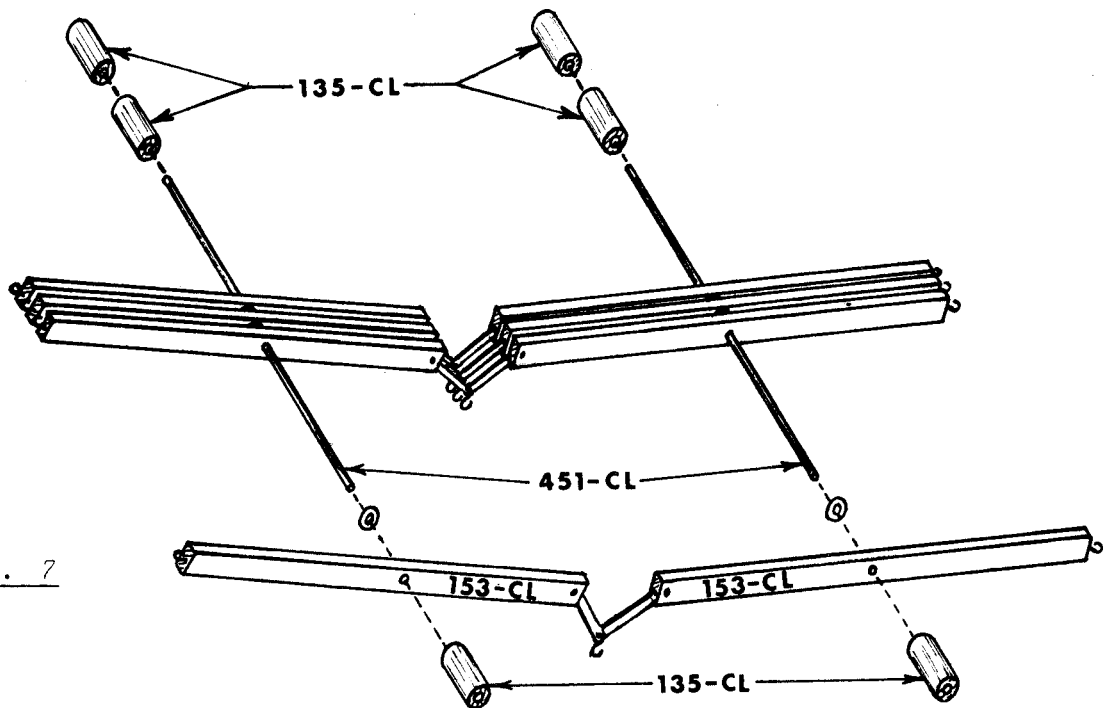

Fig. 7
(IV) Installer les bascules 153-CL ainsi que les douilles de bois 135-CL sur la tige de fer 451-CL. (Fig. 7) (Placer une rondelle d'acier entre chaque bascule.)
(IV) Install jacks 153-CL and jack spacers 135-CL on rod 451-CL. (Fig. 7) (Put a washer between each jack.)